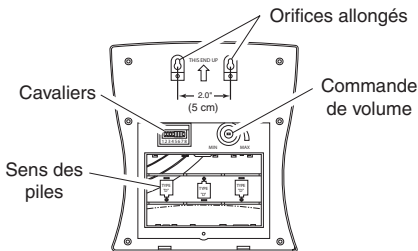

Figure 4
4. Installez 3 piles « D » (non fournies). Assurez-vous que les piles sont bien orientées, tel qu'indiqué au fond du compartiment (consultez la Figure 4).
2. Pour l'installation au moyen des vis et des ancrages, percez deux trous (50,8 mm) situés à deux pouces de distance (consultez la Figure 4) à l'endroit désiré. Servez-vous des vis et des ancrages fournis au besoin. Laissez un espace d'environ 1/8 po (3,2 mm) entre le mur et la tête de la vis de montage.